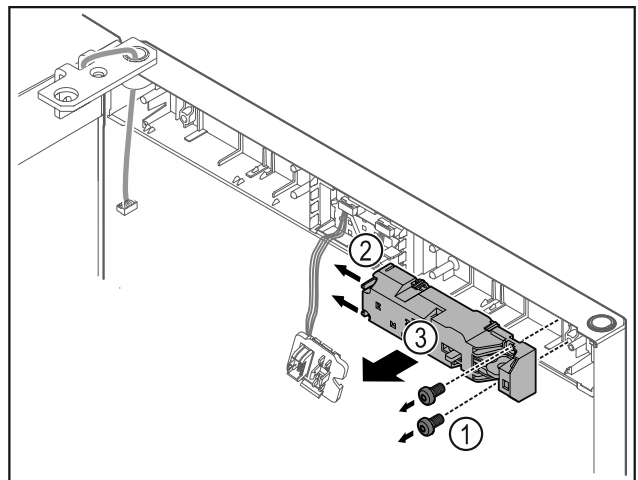

Fig. 22
- Rimuovere le viti Fig. 22 (1).
- Spingere di lato i naselli di arresto Fig. 22 (2) e rimuovere la serratura a distanza Fig. 22 (3).